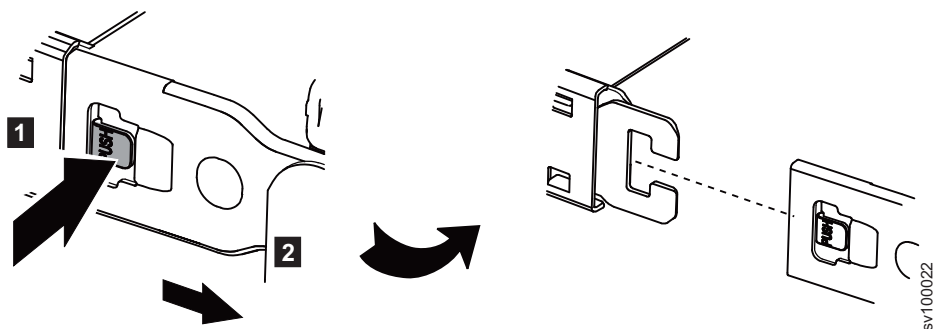

Figura 6. Liberando o membro externo do suporte para organização de cabos
3. Solte o membro externo, conforme mostrado em Figura 6 na página 25.